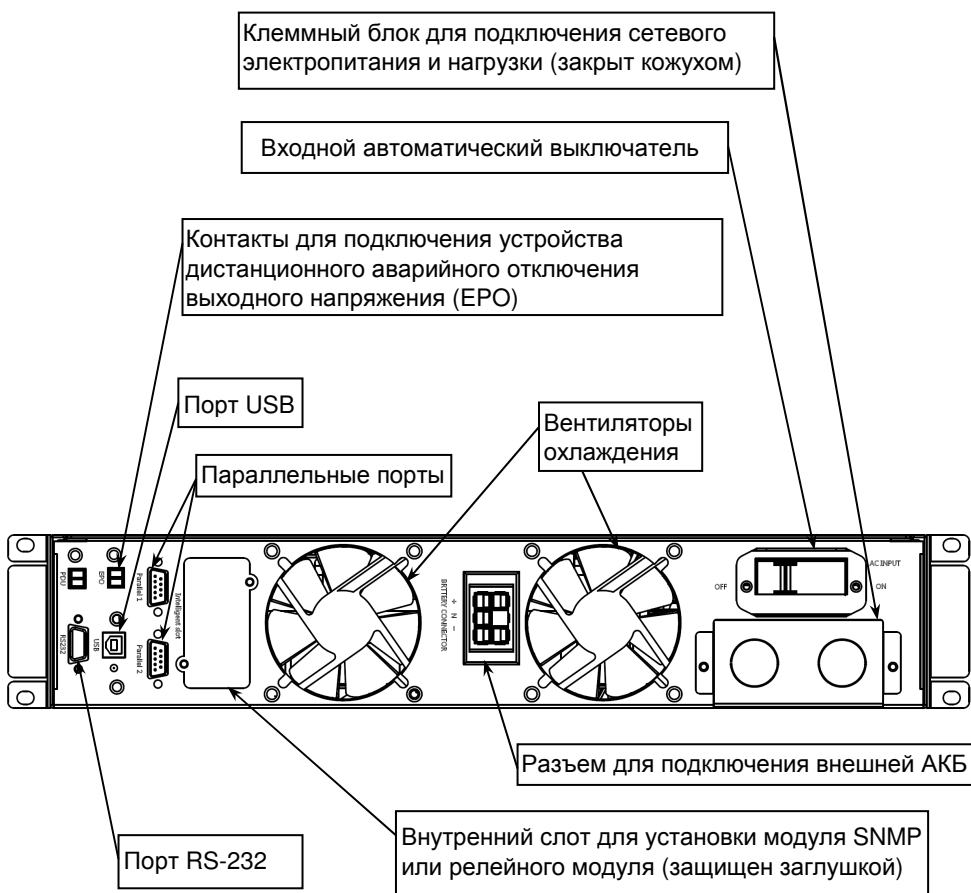

Рисунок 2 — Общий вид задней панели изделия
На задней панели изделия расположены: клеммный блок для подключения цепи заземления, сетевого напряжения электропитания и нагрузки, разъем для подключения внешней аккумуляторной батареи, вентиляторы охлаждения и разъемы коммутационных портов (см. рисунок 2).
- Переведите выключатель АКБ (SF) во включенное положение.
- Включите входной автоматический выключатель, расположенный на задней стенке корпуса изделия (см. рисунок 2):